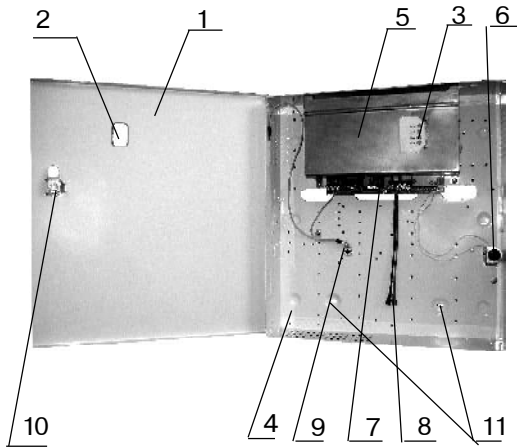

Рис.106
Исполнения БП-А имеют одинаковую конструкцию, но разные габаритные размеры корпуса. Для иллюстрации на рис.106 показана конструкция «Ладога БП-А» исп.1. Основными конструктивными элементами являются: крышка (1) с окном светодиодной индикации (2), светодиодные индикаторы (3), основание (4), защитный экран (5), датчик контроля вскрытия (6), плата управления (7), провода подключения АКБ (8), винт защитного заземления (9), корпусной замок (10).
- подсоединить провод защитного заземления/зануления к винту заземления (9, рис.106);